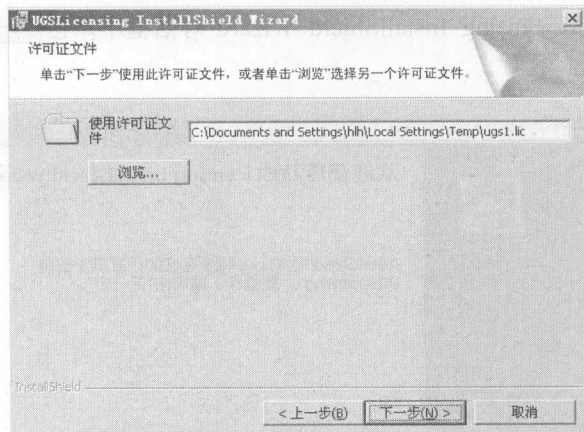

图 1-5 确认许可证
7. 在对话框中的“使用许可证文件”选项下方单击 浏览... 按钮, 并将弹出的“浏览至 UGS 公共许可证文件”对话框定位至“使用许可证文件”所在的位置, 再单击对话框中的 下一步(N) > 按钮, 如图 1-5 所示。